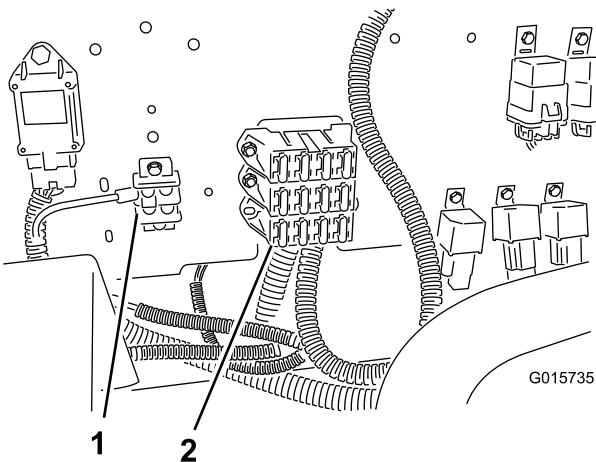

Figura 17
- Localize os blocos de fusíveis existentes na máquina e instale o bloco de fusíveis ligado à cablagem eléctrica prendendo-o na parte inferior do bloco de fusíveis acima dele (Figura 17).
4. Prenda o terminal de ligação à terra na cablagem eléctrica ao bloco terminal de ligação à terra (Figura 17).